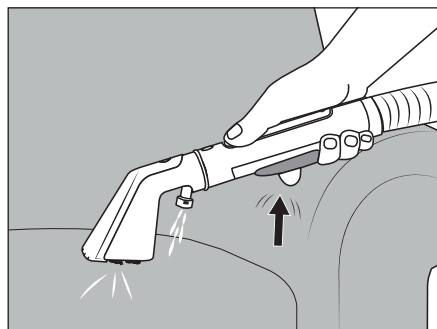

Fig. 6
- ◆ Sostenere la bocchetta per imbottiture **22** a 2-3 cm sopra l'area da pulire e azionare il tasto di spruzzo **20** per applicare acqua/soluzione detergente dall'ugello vaporizzatore **26** (vedere fig. 6).